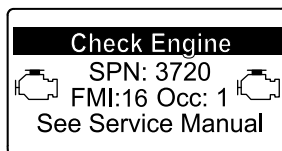

Figura 45
- Avvertenza motore SPN 3720, FMI 16 (Figura 45)